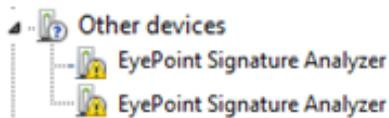

Рисунок 1. Отображение устройств в диспетчере устройств.
5. После подключения устройства запустится автоматический поиск драйверов, который, завершится неудачей. Для установки драйверов найдите в «Диспетчере устройств» раздел «Другие устройства», в нем должны быть два устройства EyePoint Signature Analyser (Рисунок 1).